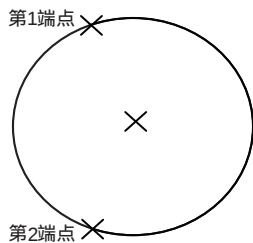

图 3-30 草绘圆心和端点弧
【例 3-15】 草绘圆心和端点弧，如图 3-30 所示。
(1) 在【圆弧】工具箱中选取【圆心和端点】按钮，使其处于按下状态。
(2) 在图形区中单击，拾取圆弧圆心，光标附着在一个圆形中心线橡皮筋上。
(3) 在图形区单击，拾取圆弧的一个端点（第 1 端点），如图 3-30 所示。
(4) 在图形区单击，拾取圆弧的另一个端点（第 2 端点），如图 3-30 所示。
(5) 若继续草绘圆心端点圆弧，执行步骤（2）~步骤（4），否则执行步骤（6）。
(6) 单击鼠标中键，结束草绘圆心和端点弧操作，回到选择状态。此时，【草绘器工具】工具栏中的【选择】按钮应处于按下状态。